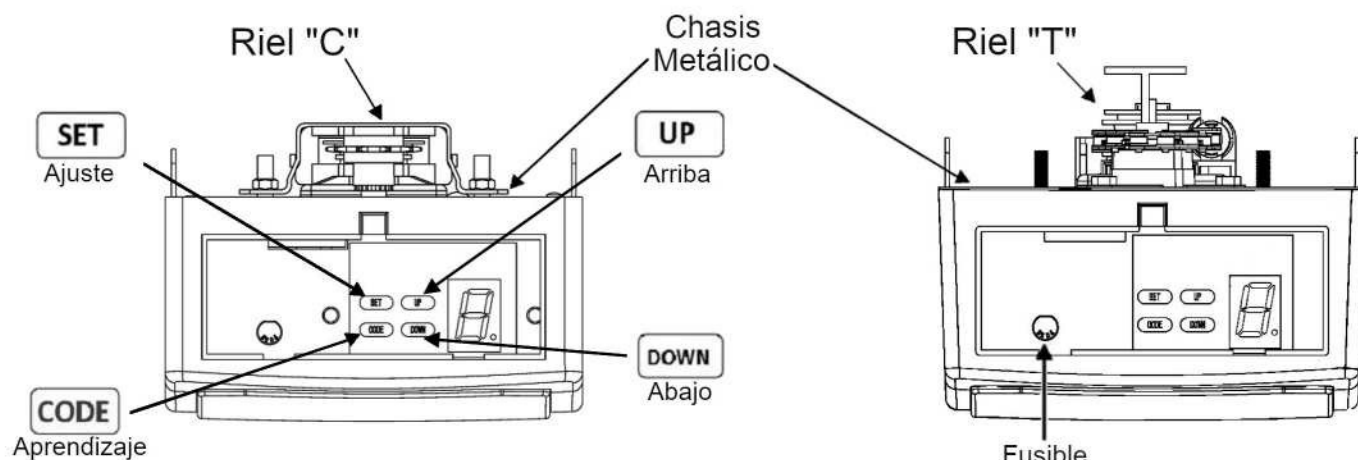

Fig.3
14. Chasis Metálico, Robusto y Seguro para Aplicaciones sobre Riel "C" ó Riel "T" (Fig.3).
15. Botones de Operación Arriba / Abajo (para Configuración) (Fig.3).
16. Fusible Principal Externo (Fig.3).